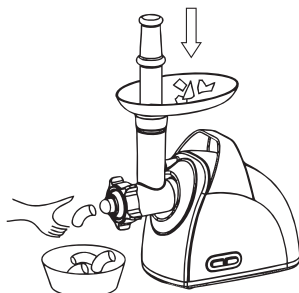

Рис.10
7.3.3 Используйте толкатель, как указано на рис. 10, постепенно подавая мясо в лоток.